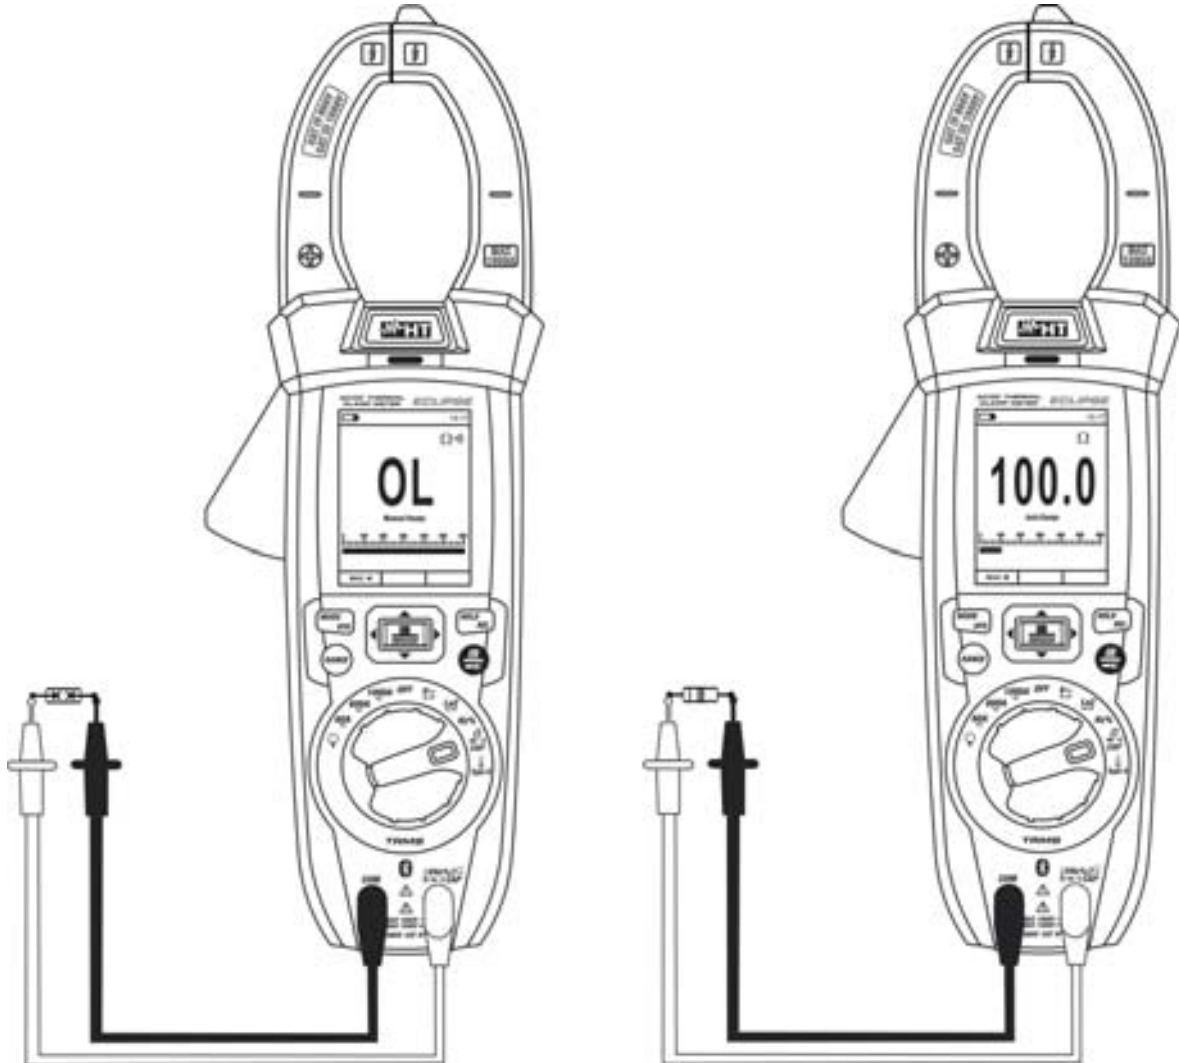

Fig. 27: Utilisation de l'instrument pour mesure de résistance et test de continuité
3. Positionner les embouts sur les points désirés du circuit sous test (voir Fig. 27). La valeur de résistance est visualisée à l'écran.